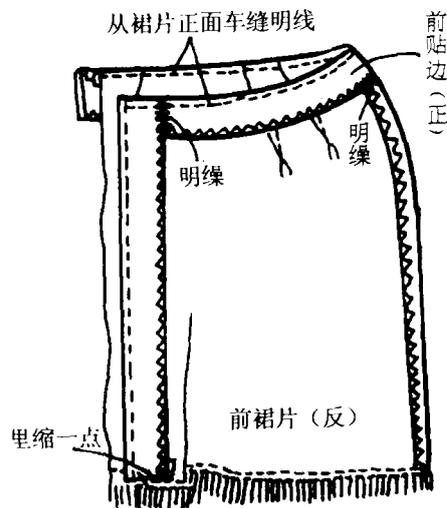

图 1-9
9. 将前贴边及腰口贴边翻转到裙片反面，用熨斗熨烫定型。再从裙片正面顺腰口及前门车缝一道 0.2cm 宽的明线。将前贴边的下端缝份沿净印向贴边反面折转，其折边比裙片底摆里缩一点，然后用手针将其折边与裙片明线固定。在腰口贴边的前端与侧缝处，用手针将腰口贴边与前贴边、侧缝缝份明线固定。见图 1-9。